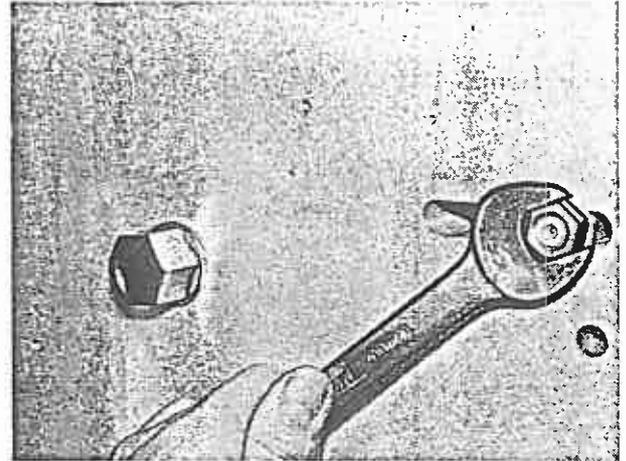

Bild 72
7. Klemmutter lösen (Bild 72) und Kette durch Verschieben des Kettenspanners entspannen.